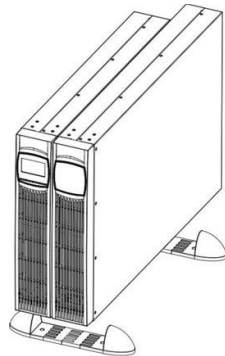

Abbildung 6: Installation Rack-Tower-Kombimodell als Tower
3. Schieben Sie die USV-Anlage und ihre Batteriepakete von oben in die beiden Füße (siehe Abbildung 6). Abhängig von der Anzahl zusätzlicher Batteriepakete verwenden Sie zur Stabilisierung bitte auch die Verlängerungen der Füße (im Lieferumfang der Batteriepakete). Achten Sie auf einen möglichst großen Abstand zwischen den Füßen, um hohe Stabilität zu gewährleisten.